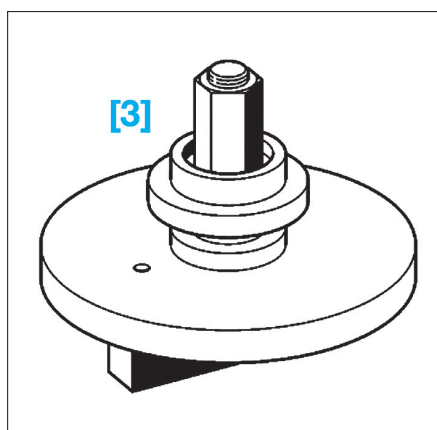

FIG. 3
- [3]. Outil de compression du mécanisme (réf. Emb. 1604) (Fig.3).
Comprimer le mécanisme d'embrayage à l'aide de l'outil de compression d'embrayage [3] pour réarmer le système de rattrapage (Fig.3).